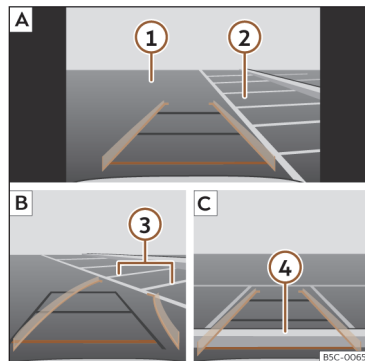

Fig. 155 Visualização no ecrã do sistema de infotainment: estacionamento com o assistente de marcha-atrás.
Legenda da >>> **Fig. 155:**
• Posicione o veículo à frente do lugar de estacionamento >>> Fig. 155 ② [A].
• Retroceda rodando o volante de forma que as linhas amarelas se introduzam no lugar de estacionamento. As linhas verdes e amarelas têm de coincidir com as linhas de delimitação laterais ③ [B].
• Pare o veículo quando a linha vermelha tiver atingido a delimitação traseira ④ [C].